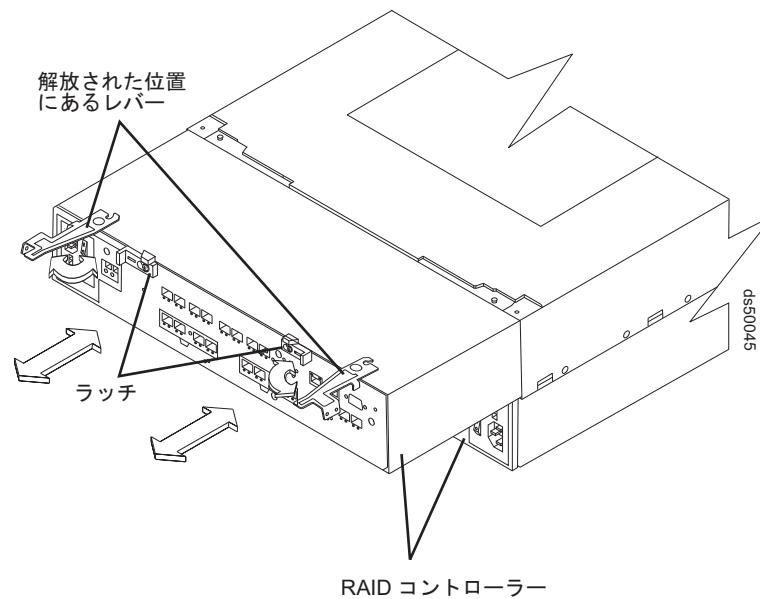

図 114. ストレージ・サブシステムからのコントローラーの取り外し
- b. レバーを使用して、ストレージ・サブシステム・シャーシからコントローラーをスライドさせます。(209 ページの図 114 に、ストレージ・サブシステム・シャーシからスライドするコントローラーを示します。)